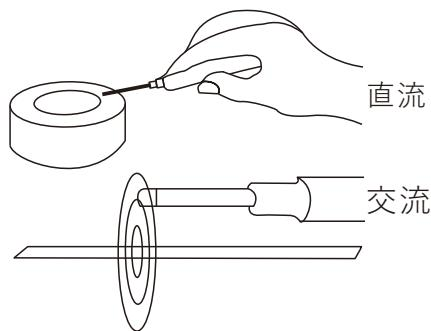

图 1-1
2. 手持传感器测量磁场的图示及说明如图1-1所示，用传感器前端霍尔元件端头2.3mm位置轻接触被测磁铁的表面或所测空间磁场位置。**(注:测量时探头没有刻度的一面贴着被测物, 金属探头则是无圆点的一面贴着被测物)**